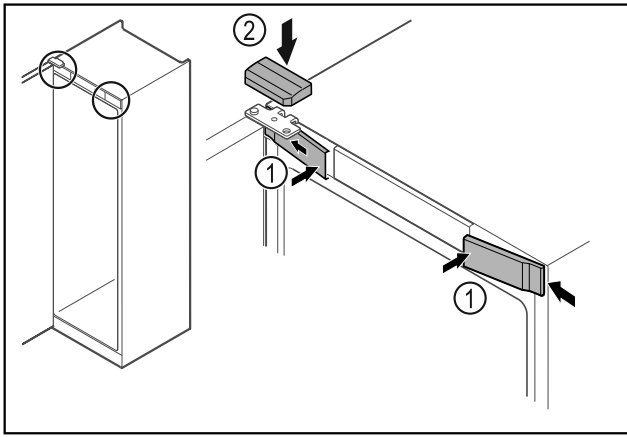

Fig. 68
- ▶ Įkabinkite priekines dengiamąsias plokšteles Fig. 68 (1) šone ir užfiksuokite.
- ▶ Užfiksuokite viršutinę dengiamąją plokštelę Fig. 68 (2) iš viršaus.